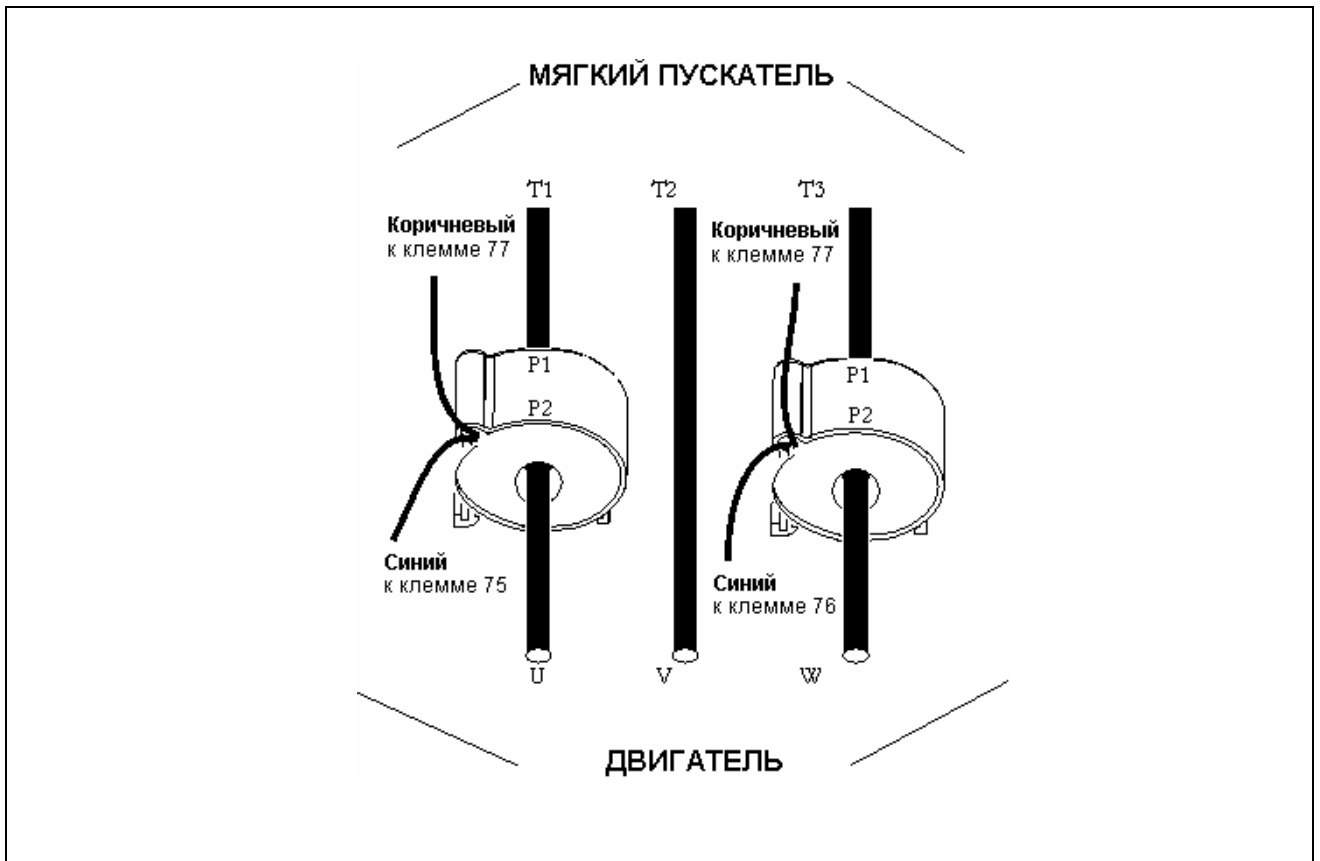

Рис. 44 Установка трансформаторов тока при шунтировании для MSF-017 ... MSF-250.
**ВНИМАНИЕ!** При желании использовать сигнальные функции, внешние функции или функции индикации необходимо установить 2 трансформатора тока на выходе, как показано на рис. 44 и 45 на с. 45. Для этой цели возможна поставка кабеля подключения трансформаторов. Код заказа № 01-2020-00.